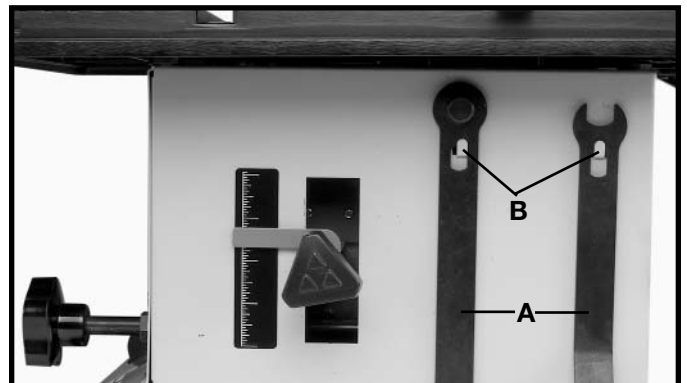

Fig. 22
La Recortadora/Limadora se suministra con dos llaves (A) Fig. 22. Cuando no estén siendo utilizadas, dichas llaves (A) pueden ser almacenadas seguramente y fuera del paso sobre los dos ganchos (B) localizados en el lado derecho del gabinete, como lo muestra la Fig. 22.